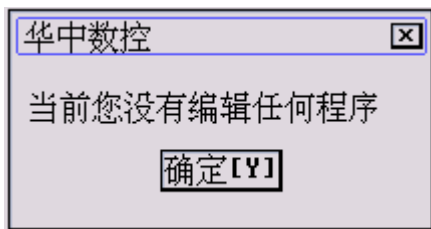

图 6.1.4 提示没有编辑程序
- (2) 按 **Enter** 键，如果编辑器没有选择编辑程序，将弹出如图 6.1.4 所示提示信息，否则解释器将调入“正在编辑的程序”文件到运行缓冲区。